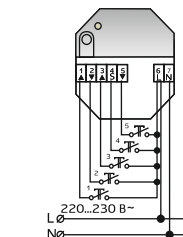

Рисунок 5 – Подключение кнопки выбора сценариев
5.3.1. Подключить кнопку к контакту пульта, номер которого соответствует номеру программируемого сценария (если нужно запрограммировать коды всех пяти сценариев – подключить пять кнопок – см. рисунок 5), пульт перевести в режим работы СЦЕНАРНЫЙ.